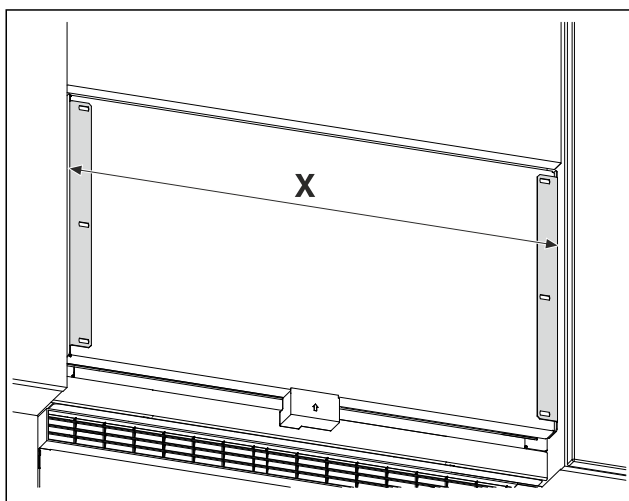

Fig. 26 Beispielhafte Darstellung
- Abstand Fig. 26 (X) zwischen den Außenkanten der Haltewinkel messen.